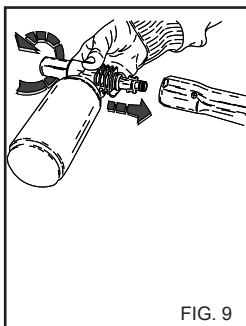

FIG. 9
- 2) Retirer la rallonge de la poignée et monter le kit vaporisateur de détergent (fig. 9) actionner le nettoyeur haute pression et vaporiser sur la surface à laver, de bas en haut.